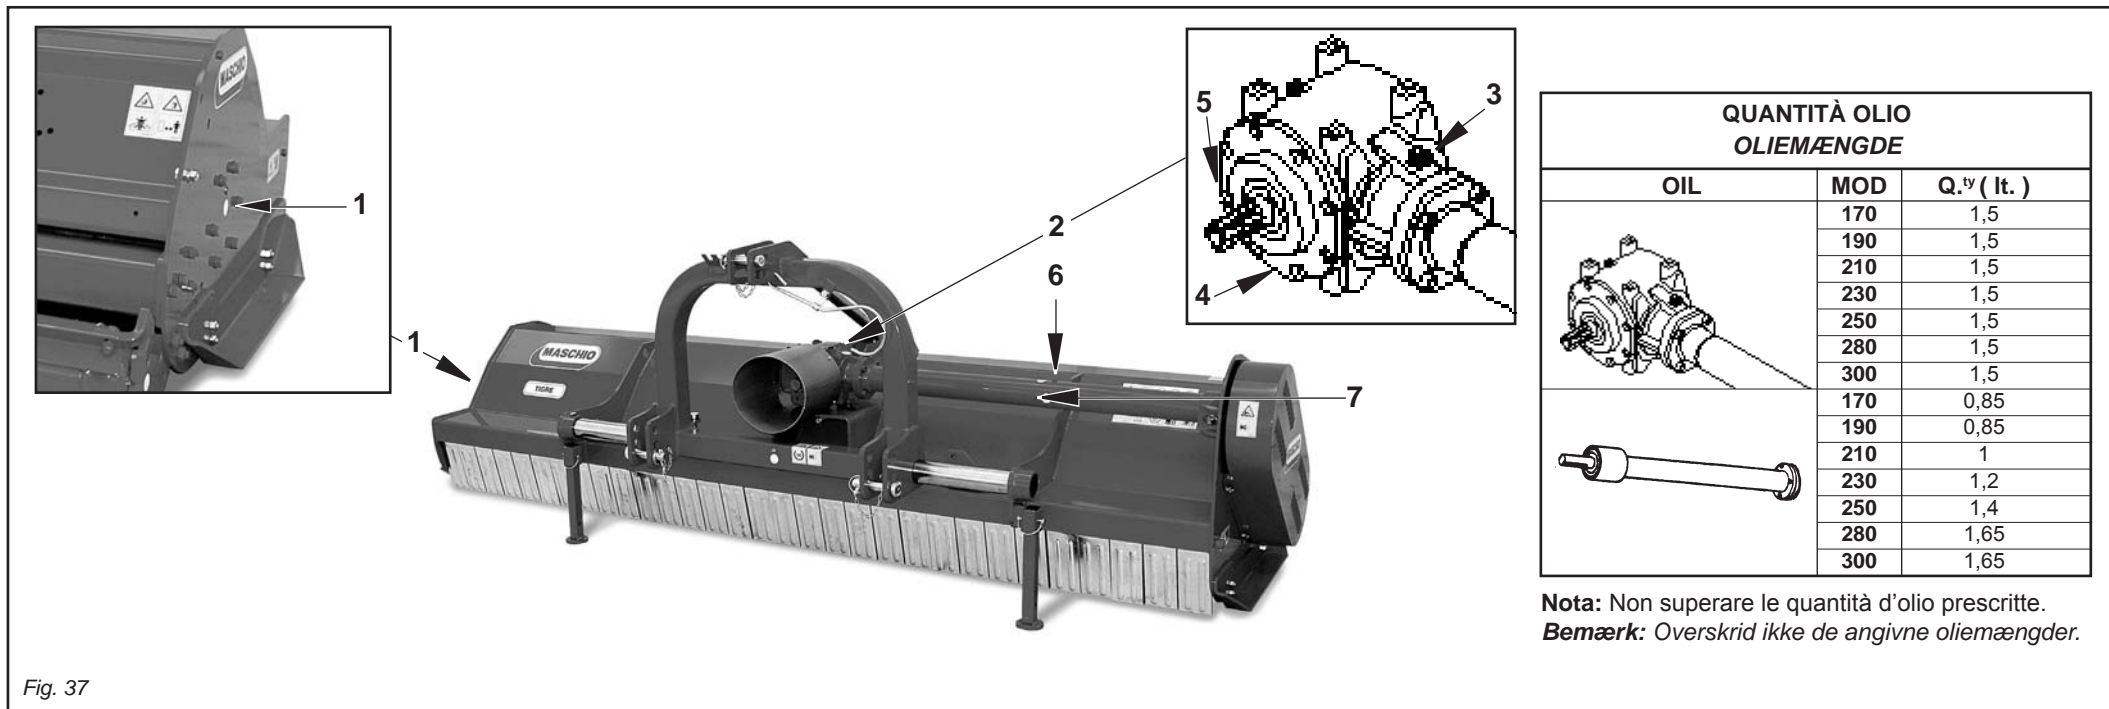

Fig. 37
- Verificare il livello olio nella scatola del moltiplicatore, eventualmente ripristinarlo fino all'altezza del foro di livello (5 Fig. 37).
- Effettuare il cambio completo dell'olio del moltiplicatore, scaricando completamente l'olio dal tappo di scarico posto sotto la scatola moltiplicatore (4 Fig. 37).
- *Efterse olieniveauet i overgear boksen, efterfyld evt. olie op til niveaustregen (5 Fig.37).*
- *Udskift al olien i geareret ved at tømme olien fuldstændig fra afløbsproppen under overgear boksen (4 Fig. 37).*